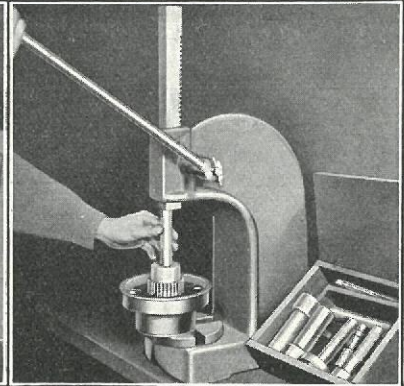
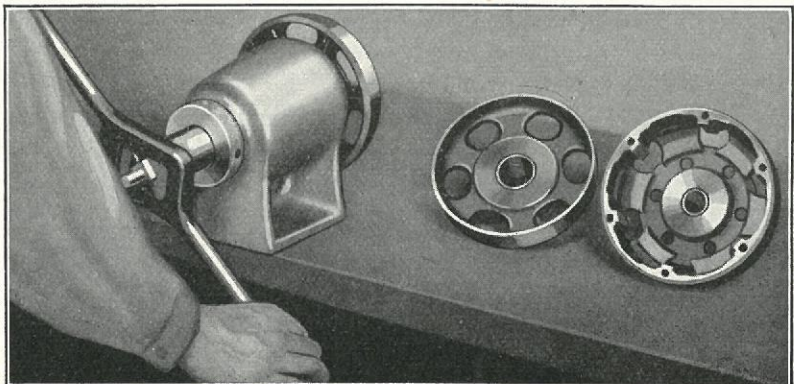

Fig. 198
Fig. 199
- 295** Anbring Bremsetromlen paa Gearakslen og undersøg Spille- rummet mellem Aksel og Bøsning med et Bladmaal, som vist ved »H« (Fig. 196). Hvis der er mere end 5 Tusindedel Spille- rum mellem Bøsning og Aksel, skal nye Bøsninger indsættes og oprømmes. De gamle Bøsninger presses ud af Tromlen og nye presses ind med en Bøsningdorn i en Presse, som vist i Fig. 198. For at forhindre, at Tromlens Bane bøjes eller knækkes under Udtagningen og Indsætningen af Bøsningen, anbringes Tromlen paa et Underlag, saaledes at Trykket vil blive direkte paa Underlaget i Stedet for paa Kanten af Tromlerne. Det er vigtigt, at den nye Bøsning oprømmes nøjagtigt. Dette kan gøres ved at anbringe Tromlerne i et Specialapparat til Oprømning af Geartromler (se Fig. 199).
- 297** Hvis Bakgeartromlen er i Orden, anbringes den over Lavtgearsdrevet, og Spillerummet mellem Drev og Bøsning kontrolleres. Hvis der er mere end 5 Tusindedel Tomme Spillerum mellem Bakgeartromlebøsningen og Lavtgearsdrevet, presses den gamle Bøsning (se Fig. 198) ud, og en ny indsættes og oprømmes.